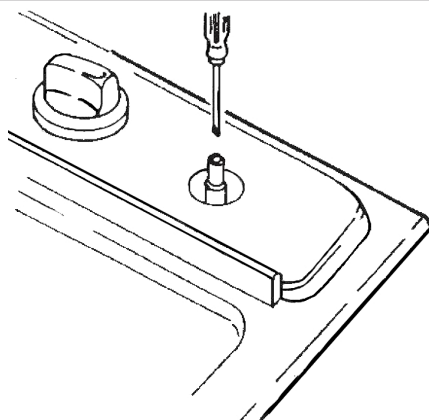

Fig. 7
- per la regolazione del minimo agire con opportuno cacciavite sulla vite posta sul rubinetetto (Fig. 7) dopo averlo ruotato in posizione di minimo. Per GPL (butano/propano) avvitare a fondo.